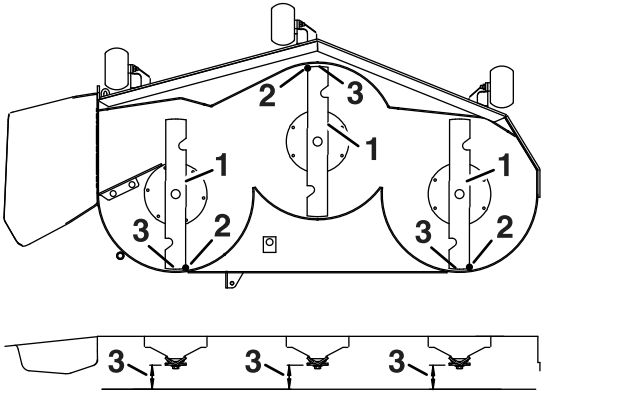

Figure 84
- Vérifiez l'inclinaison avant/arrière des lames (Figure 84). Vérifiez que la pointe avant de la lame est plus basse que la pointe arrière, comme montré dans le tableau de hauteur de cale et d'inclinaison. Si un réglage est nécessaire, poursuivez cette procédure.